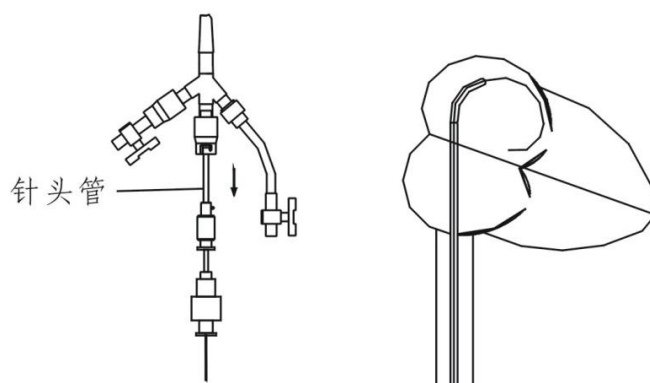

图 18
**注意：应小心旋转，回撤时防止将球囊带出。（见图 18）**